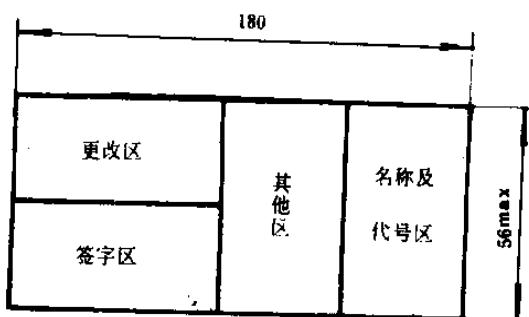
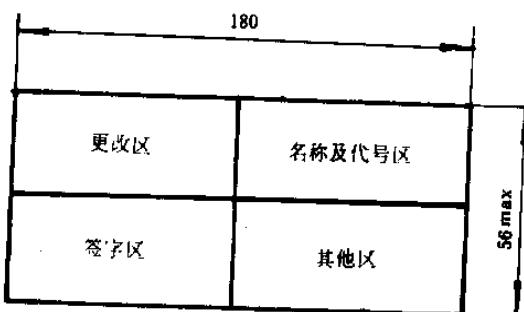

图 1
图 2
标题栏一般由更改区、签字区、其他区、名称及代号区组成，见图1和图2。也可按实际需要增加或减少。
5.1 标题栏中各区的布置见图 1，也可采用图 2 的形式。当采用图 1 的形式配置标题栏时，名称及代号区中的图样代号应放在该区的最下方（见附录 A）。
5.2 标题栏各部分尺寸与格式见图 1 和图 2，也可参照附录 A。